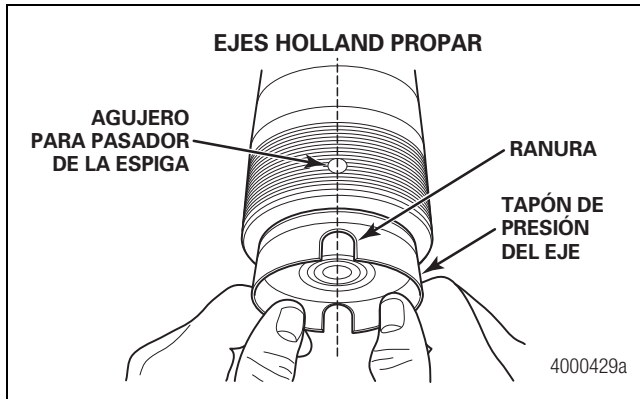

Figura 2.22
- **Únicamente para ejes Holland Propar:** Las ranuras del tapón de presión del eje deben alinearse con los agujeros para pasador de la espiga. Figura 2.22.